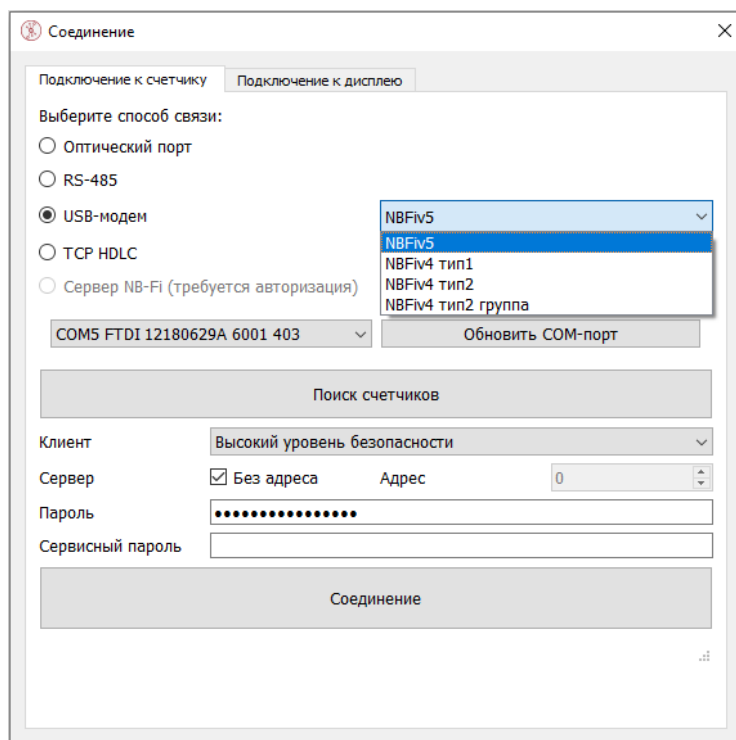

Рис. 4.5
1. Выбрать способ связи «USB-модем», а также тип подключаемого USB-модема (см. Рис. 4.5). При подключении при помощи выносного дисплея NB-Fi (для ПУ с версиями встроенного ПО от х.х.6.0) следует выбирать тип «NBFiv5» (выносной дисплей должен быть привязан к ПУ, см п.4.1.6), при подключении при помощи USB-радиомодема следует выбирать «NBFiv4 тип2», для группового подключения при помощи USB-радиомодема следует выбирать «NBFiv4 тип2 группа» (не работает с ПУ с версиями встроенного ПО от х.х.6.0).